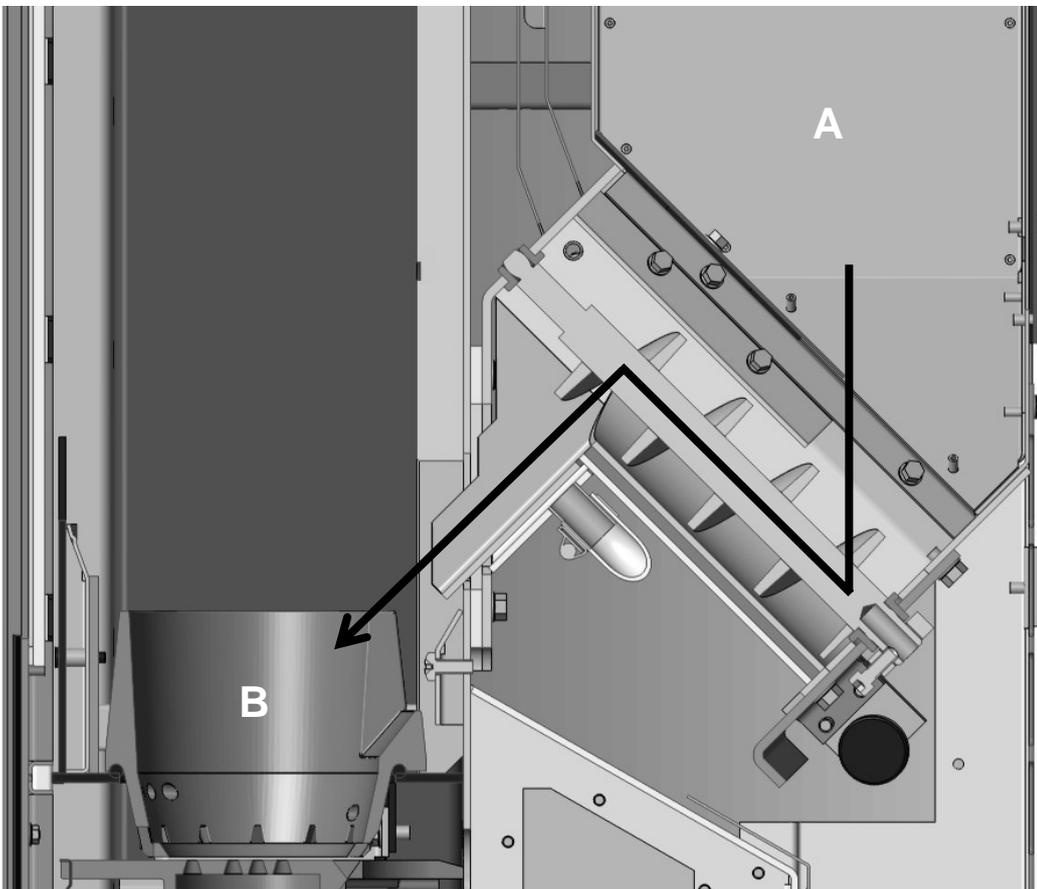

Fig. 65 : transport des pellets dans le PO 03
Lors du premier remplissage avec des pellets (Fig. 65) ou en cas de course à vide de la vis sans fin, il faut, dans un premier temps, que la vis sans fin transporte les pellets de sorte à leur permettre de tomber dans le pot brûleur (B). Dans ce cas, le processus de démarrage / l'allumage peut échouer, les pellets tombant trop tard dans le pot brûleur. Afin d'éviter cela, procédez conformément à la description ci-dessous. Ce processus dure environ 3 à 4 minutes et doit également être réitéré à chaque fois que le réservoir à pellets (A) est entièrement vide.